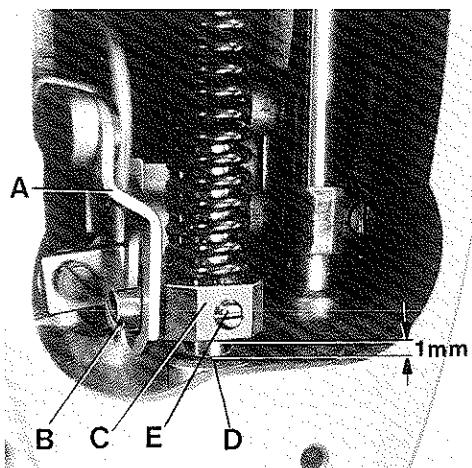
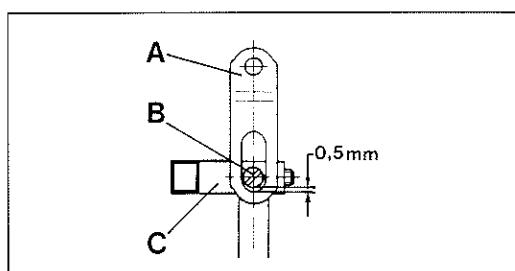

Fig.29
Fig.29A
With needle bar at bottom of stroke and presser foot resting squarely on throat plate, there should be a minimum clearance of 0,5 mm (.020 in.) between slot end of link (A, Fig. 29 and 29A) and shank screw (B) in presser bar connection and guide (C) when the foot lifter lever is released. At this time, there should also be at least 1 mm (.040 in.) clearance between bottom of presser bar connection and guide (C, Fig. 29) and top of presser bar bushing (D).
If adjustment is needed, proceed as follows: Loosen set screw (E, Fig. 29) in presser bar connection and guide (C). Then, while pressing the presser foot down firmly, pry up presser bar connection and guide (C) with a screwdriver to obtain the described setting dimensions and tighten set screw (E) securely.
Bei am unteren Hubende stehender Nadelstange und direkt auf der Stichplatte aufliegendem Drückerfuß, soll zwischen dem Schlitzende des Gelenks (A, Fig. 29 und 29A) und der Zapfenschraube (B) in der Drückerfußstangen-Verbindung und Führung (C) ein Mindestabstand von 0,5 mm sein (siehe Fig. 29A), wenn der Fußlifterhebel losgelassen ist. Gleichzeitig muß zwischen der Unterseite der Drückerfußstangen-Verbindung und Führung (C, Fig. 29) und der Oberseite der Drückerstangenbuchse (D) ein Abstand von mindestens 1 mm sein.
Lösen Sie den Gewindestift (E, Fig. 29) in der Drückerfußstangen-Verbindung und Führung (C). Dann heben Sie mit einem Schraubendreher, während Sie den Drückerfuß fest nach unten drücken, die Drückerfußstangen-Verbindung und Führung (C) nach oben, um die beschriebenen Einstellmaße zu erhalten und ziehen den Gewindestift (E) gut an.